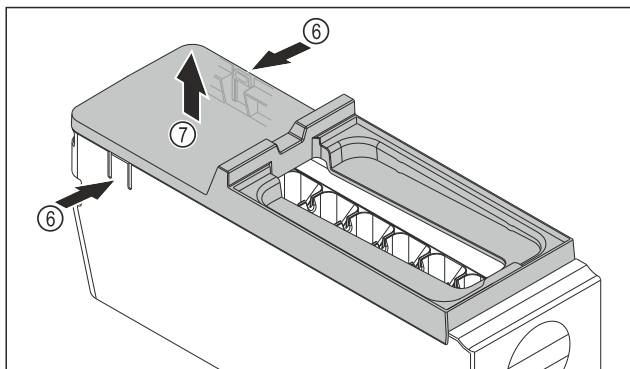

Fig. 88
- ▶ Vyjmutí krytu korpusu EasyTwist-Ice: Lamely Fig. 88 (6) na obou stranách korpusu EasyTwist-Ice stlačte jednou rukou.
- ▶ Kryt Fig. 88 (7) vyjměte druhou rukou nahoru.